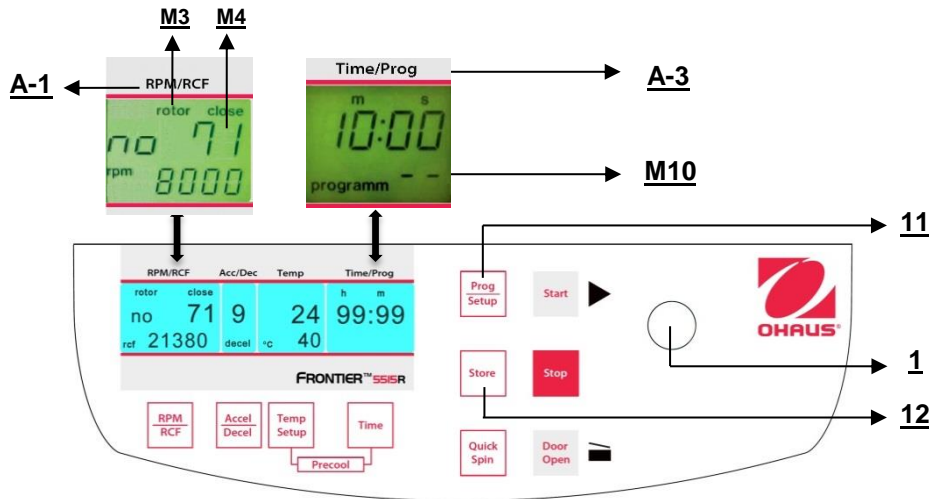

Abbildung. 25
Um gespeicherte Programme aufzurufen, drücken Sie die Taste **"Prog/Setup"** (11) (siehe Abbildung 25), während der Deckel bereits geschlossen ist. Innerhalb der Anzeige **"Time/Prog"** (A-3) erscheint **"programm –"**(M10). Die gewünschte Programmnummer kann vorab mit dem Anpassungsknopf (1) ausgewählt werden.
Um den Programmmodus zu verlassen, drücken Sie lediglich die Taste **"Prog/Setup"** (11) (siehe Abbildung 25). Dann erscheint innerhalb der Anzeige **"Time/Prog"** das Wort **"programm"** .